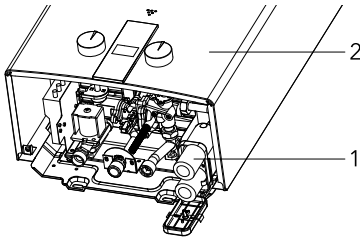

Рис. 1
- Перед включением водонагревателя необходимо установить батарейки (рис. 1). Отсек для батареек (1) находится в нижней правой части водонагревателя. Для доступа к нему снимать кожух не нужно.